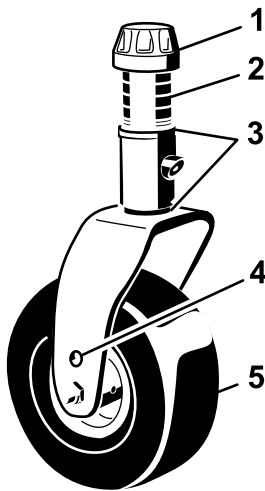
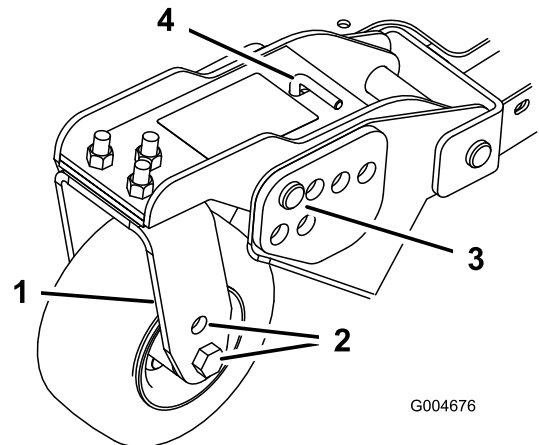
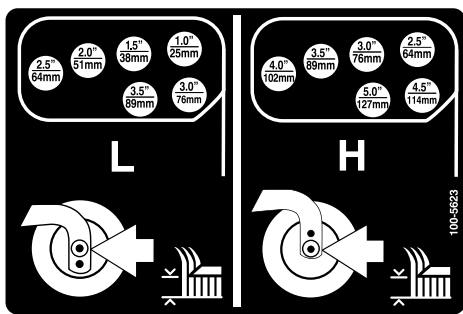

図 22
図 24
図 25
1. 全部のキャストホイールの軸をキャストフォークの同じ穴にセットどのキャストフォークもで同じ高さの穴に統一する 図 22と 図 24。
2. スピンドルシャフトからテンショニングキャップを外し、キャストアームからスピンドルを抜き出す 図 22。
6. キャスタピボットアームからヘアピンコッターとクレビスピンを抜き取る 図 24。
7. テンションロッドを回してピボットアームの上下位置を調整し、刈り込みデッキのフレームの希望高さブラケットに合わせる 図 24 と 図 25。